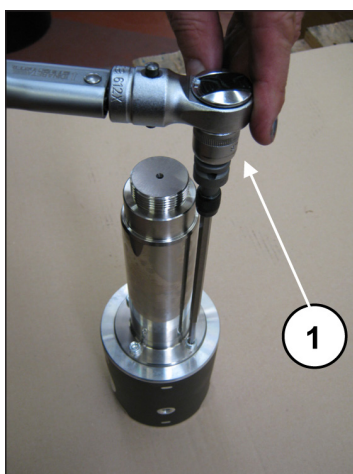

Fig. 51
Bloqueie a guia do pistão no gancho com ajuda de ferramenta adequada e proceda com a calibragem dos parafusos com chave dinamométrica (pos. ①, Fig. 51), conforme indicado no capítulo 3.